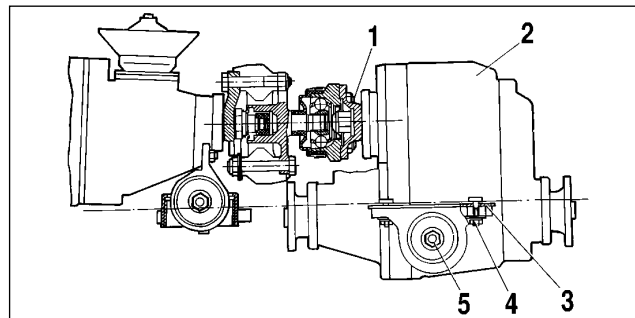

Fig. 3-38. Schéma de la repose de la boîte de transfert:
- mettre la boîte de transfert sur le véhicule sans serrer complètement les boulons 4 et 5 (fig. 3-38) fi-